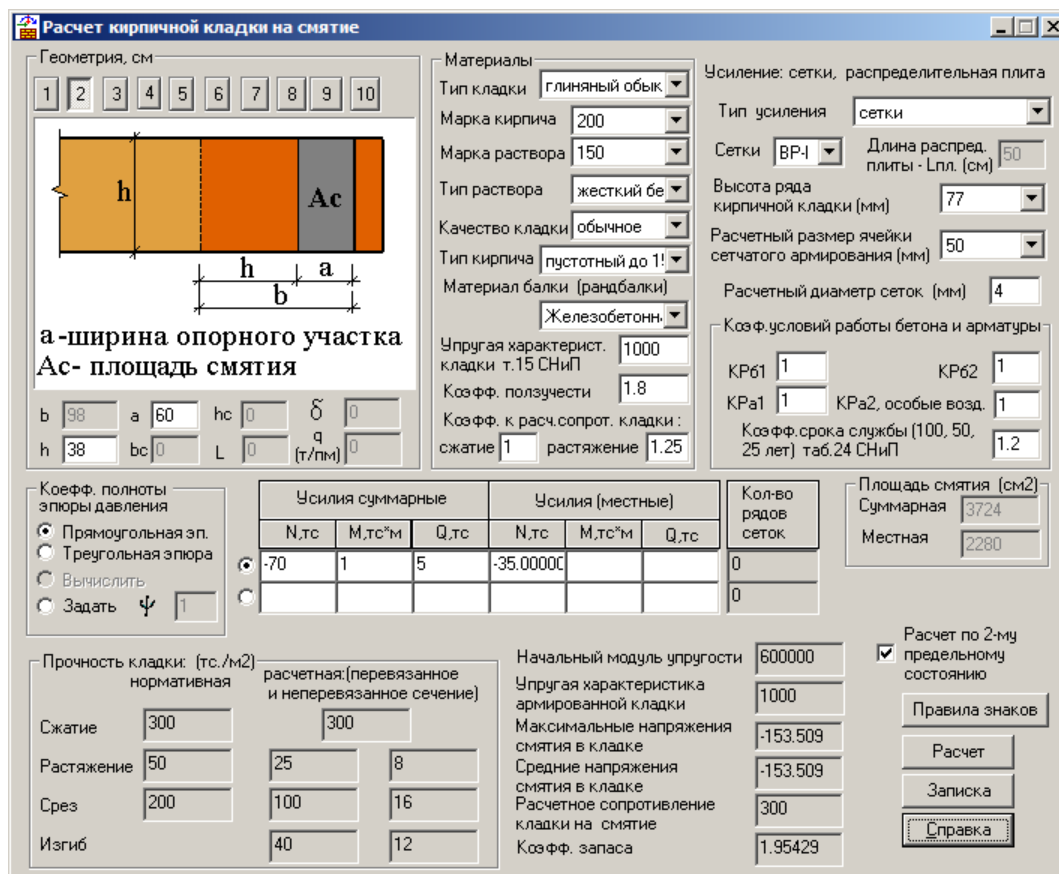

Рис.10.12.1. Окно диалога **Расчет кирпичной кладки на смятие**
- В открывшемся окне диалога **Расчет кирпичной кладки на смятие** (рис. 10.12.1) выполните следующие действия:
После расчета в окне диалога **Расчет кирпичной кладки на смятие** (рис.10.12.1) будут дополнительно приведены результаты расчета. В группе **Количество рядов сеток** приводится значение 0. Это означает, что в горизонтальных швах под плитой нет необходимости укладывать сетки.